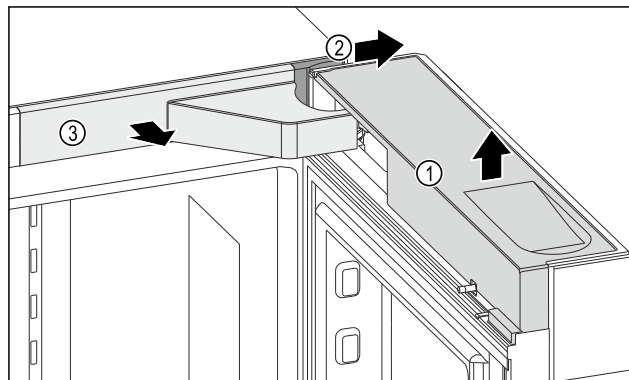

Fig. 10
- ▶ Zdjąć osłonę Fig. 10 (1).
- ▶ Zdjąć osłonę Fig. 10 (2).
- ▶ Zdjąć osłonę Fig. 10 (3).